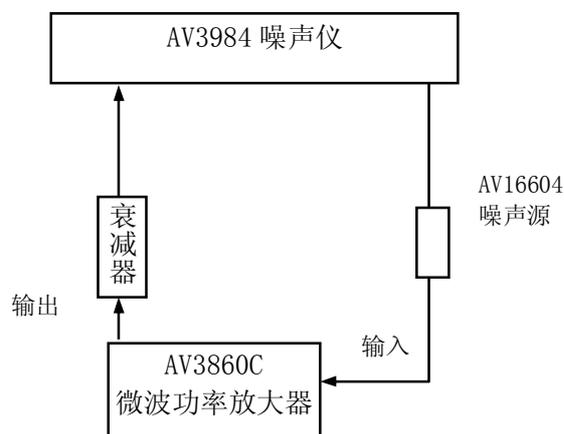

图 5-6 噪声系数测试框图
- 3) 按图 5-6 连接，在 0.8~3GHz 范围内观察噪声仪的显示，找出最大值，此值即为此频段下的噪声系数，填入表 5。